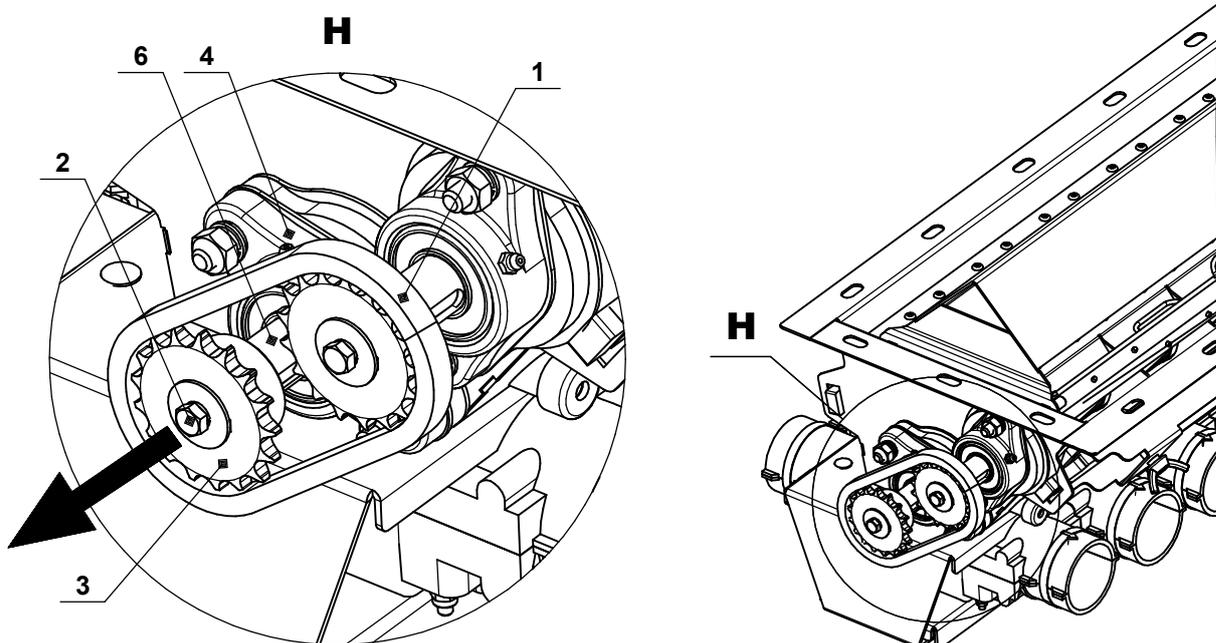

Рис.100 - Цепь дозатор -ворошилка.
1. Снимите цепь между валом дозатора и валом ворошилки (поз.1 рис.100).
2. Выкрутите крепёжный болт М8 (поз.2 рис.100) и снимите звёздочку с вала дозатора (поз.3 рис.100).
3. Шестигранником на "3" ослабляем стопорные винты обоймы подшипника (поз.5 рис.100) на обоих подшипниках с правой и левой стороны дозатора (поз.4 рис.100).
4. Открутите подшипник (поз.4 рис.100) со стороны звёздочки и вытаскиваем вал (поз.6 рис.100) в сторону звёздочки(поз.3 рис.100).